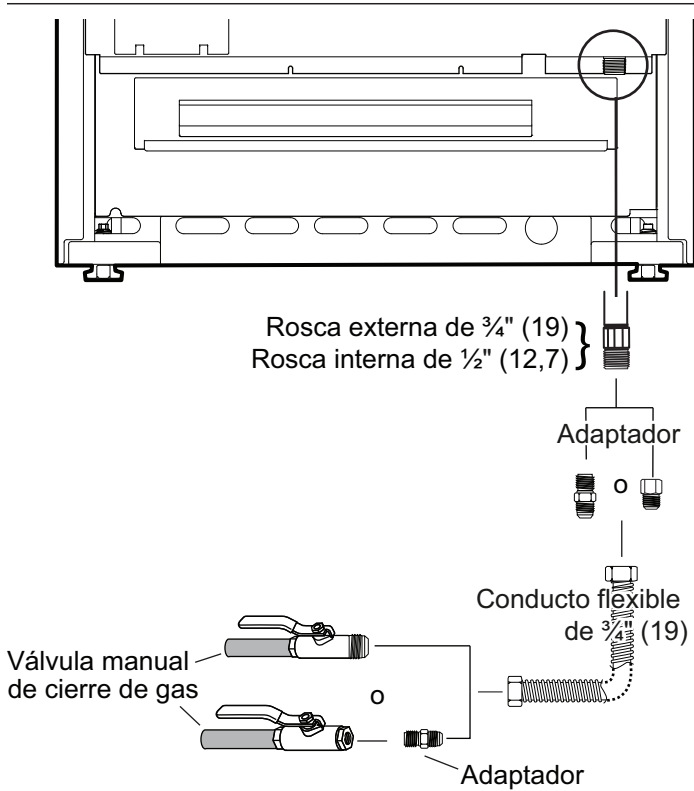

Figura 10: Conexión al suministro de gas
- Utilice una línea flexible de ¾" entre el suministro de gas y la línea de suministro del aparato. La línea de suministro de gas está ubicada en la parte inferior derecha de todas las estufas. (Figura 10). La línea de suministro de gas del aparato es de tipo NPT ½".